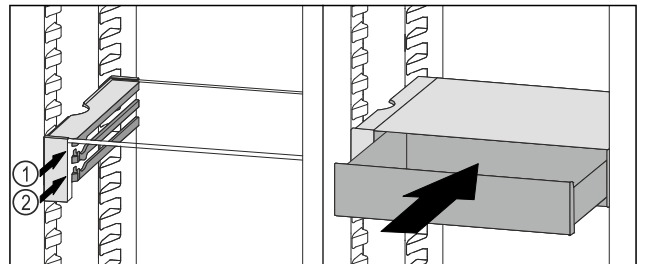

Fig. 109
- ▶ Posizionare il cassetto VarioSafe dietro i tappi sulla nervatura desiderata Fig. 109 (1) o Fig. 109 (2).